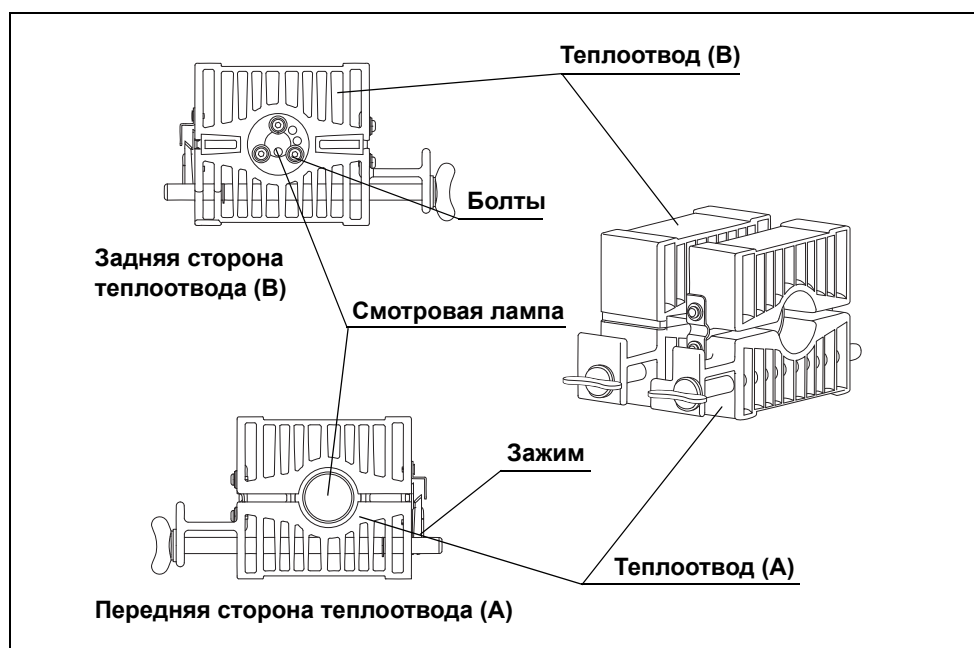

Рисунок 6.5
- 12** Снимите зажим с теплоотвода (А) и вытащите смотровую лампу. (См. Рис. 6.5)